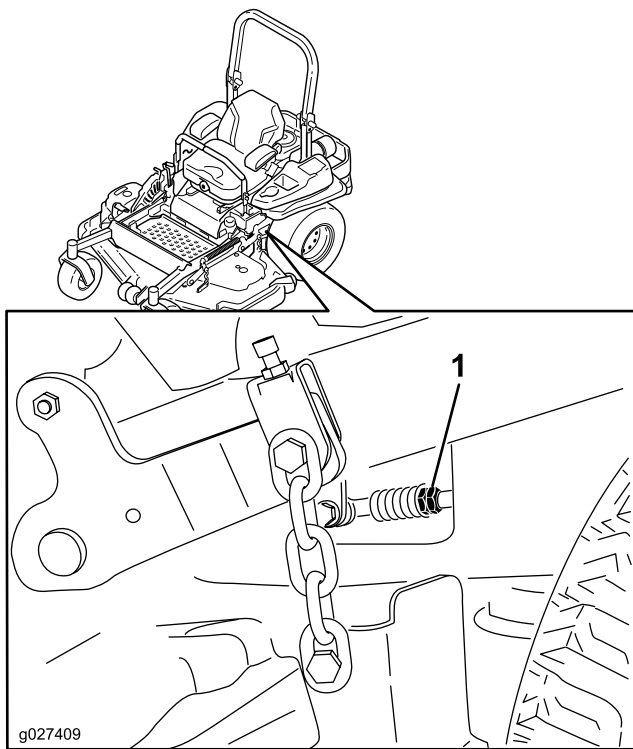

Figura 107
10. Ajuste la longitud de las varillas de control de las bombas girando las tuercas dobles de la varilla en el sentido apropiado, hasta que las ruedas se muevan ligeramente en marcha atrás (Figura 107).